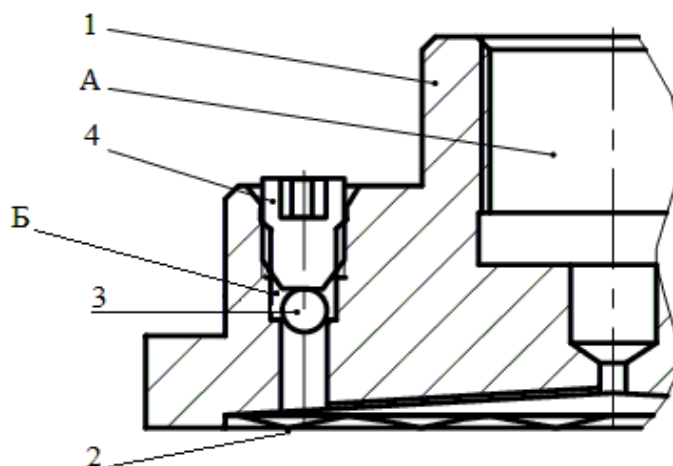
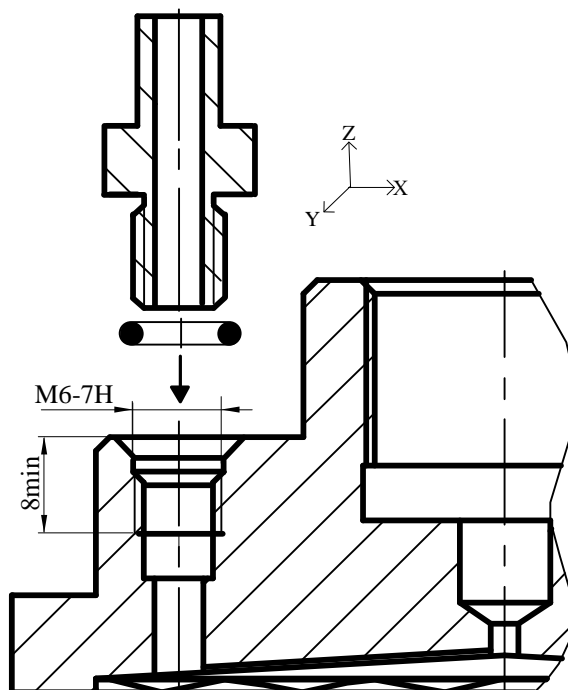

Рисунок 1
Рисунок 4
1.3.1 Мембранный фланец PM состоит из корпуса 1 и приваренной к нему разделительной мембраны 2 (рисунок 1).
Отверстие Б предназначено для заполнения измерительной системы (рисунок 1).
Перед заполнением выкрутить пробку 4 и вытащить шарик 3 (см. рисунок 1).
В отверстие Б (рисунок 1) ввернуть резьбовой ниппель с внутренним отверстием, уплотнив его через резиновое кольцо 005-007-14 ГОСТ 9833-73 (см. рисунок 4).